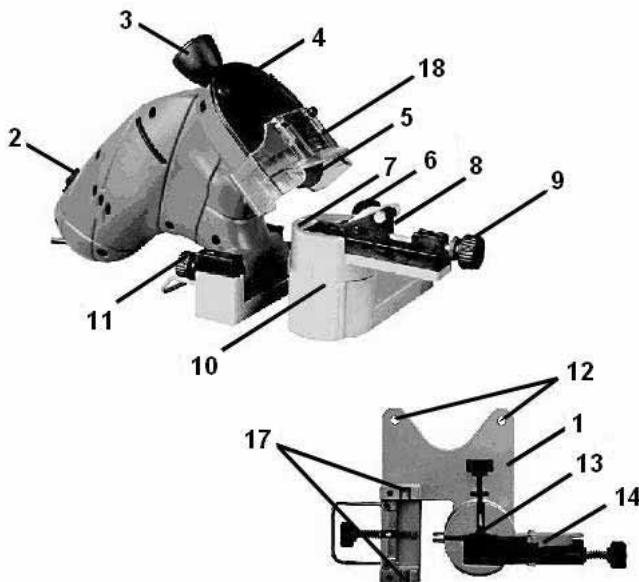

Рисунок 1
4.2.4 Установите блок двигателя в направляющие пазы (17) (Рис. 1) так, чтобы абразивный диск располагался ближе к рабочему столу (7), и зафиксируйте его двумя пластинаами при помощи винтов. После этого изделие готово к работе.
5.3.4 Установите необходимую глубину заточки при помощи ограничителя глубины (11) (Рис. 1).